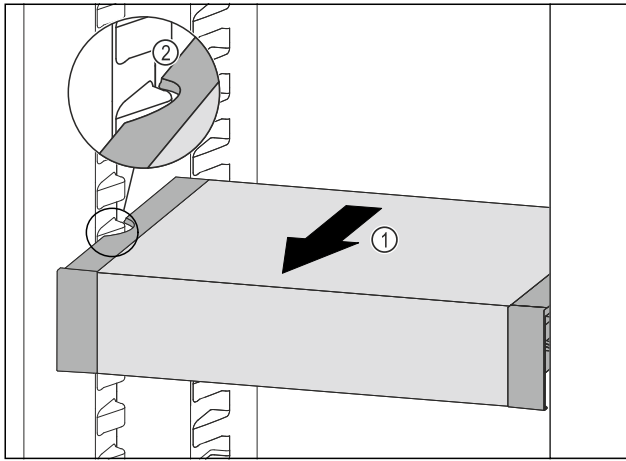

Fig. 61
- ▶ Изтеглете VarioSafe напред Fig. 61 (1), докато страничните прорези на VarioSafe се намират на височината на реброто на съда в хладилната част. Fig. 61 (2)